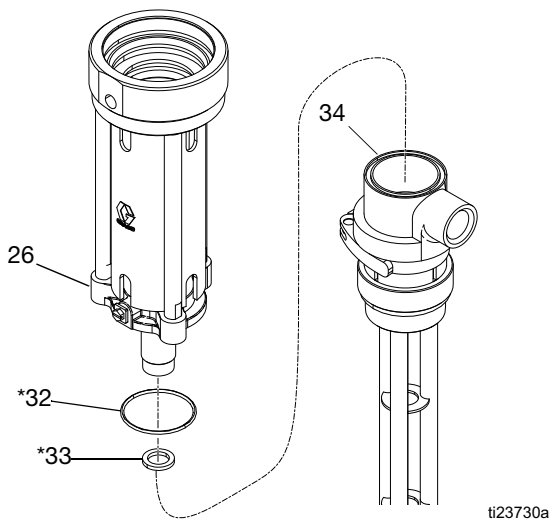

ABB. 23
12. Befestigungsflansch (26) vom Pumpensockel (34) abschrauben. O-Ring (32*) und PTFE-Dichtring (33*) vom Pumpensockel (34) entfernen. Alle Teile auf Beschädigungen untersuchen. Siehe ABB. 23.